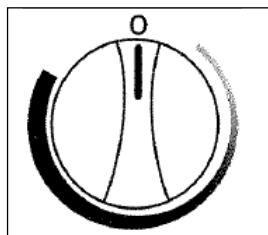

Fig. 2
- Para apagar el centro de bebidas, (no enfriar) gire la perilla de control a la posición “0” (apagado). **Vea la Fig. 2.** Gire el control a la posición “APAGADO” (0) para desconectar temporalmente el ciclo de enfriamiento. Cuando no se vaya a usar el centro de bebidas durante algún tiempo, desconéctelo de la corriente y deje la puerta abierta parcialmente.